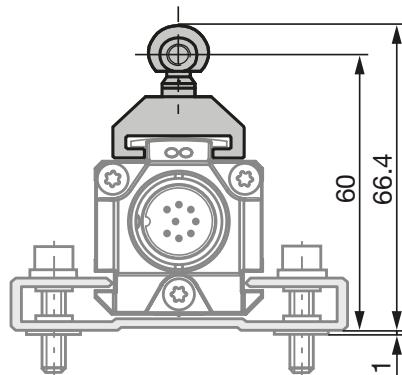
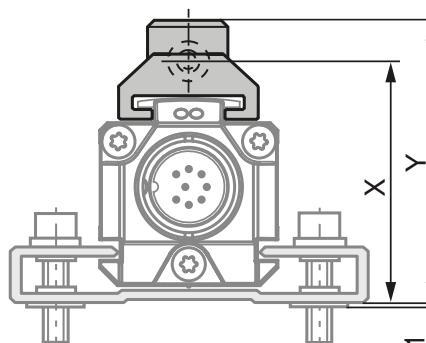
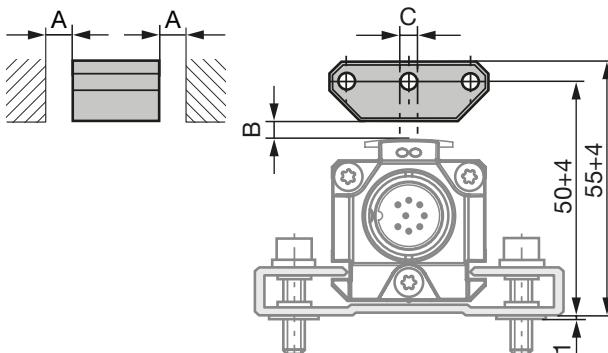
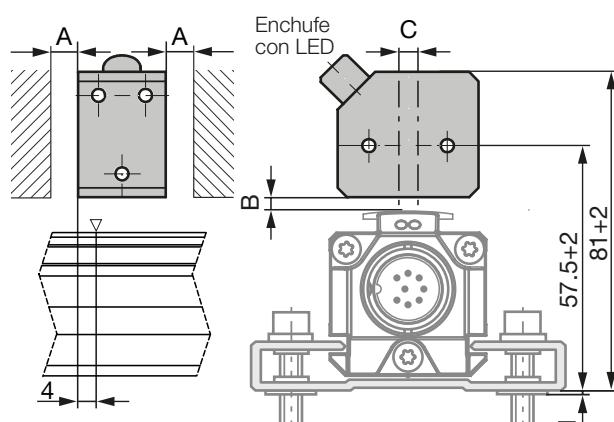

Fig. 4-1: Medidas y distancias con el sensor de posición BTL5-F-2814-1S
Fig. 4-3: Medidas y distancias con el sensor de posición BTL5-M/N-2814-1S
Fig. 4-4: Medidas y distancias con el sensor de posición BTL5-P-3800-2
Fig. 4-8: Medidas y distancias con el sensor de posición BTL5-P-4500-1 con generación eléctrica del campo magnético (24 V/100 mA)
- i** El transductor de desplazamiento en construcción perfilada es apto tanto para sensores de posición libres, es decir, de funcionamiento sin contacto (véase Fig. 4-4 hasta Fig. 4-8), como también para sensores de posición guiados (véase Fig. 4-1 hasta Fig. 4-3).
- La distancia A entre el sensor de posición y las piezas de material imantable debe ser de como mínimo 10 mm (véase Fig. 4-4 hasta Fig. 4-8).
- Para la distancia B entre el sensor de posición y el transductor de desplazamiento y para el desplazamiento de centros C (véase Fig. 4-4 hasta Fig. 4-8) se deben respetar los siguientes valores:
La zona medible se desplaza 4 mm en la dirección del conector del transductor de desplazamiento (véase Fig. 4-8).